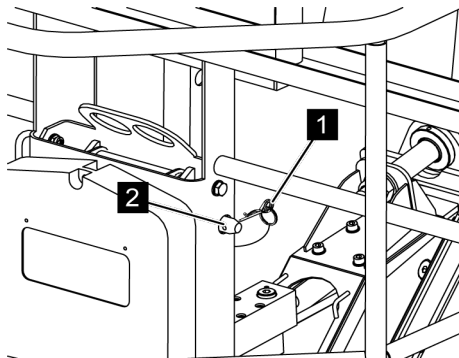

Fig. 77: Bloquer les chevilles de verrouillage
- 11.** Bloquer les chevilles de verrouillage (Voir la Fig. 77/2) avec la goupille fendue à ressort (Voir la Fig. 77/1).